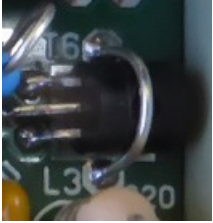

Bild 9: PA Transistor T6
- [] stecke T6 auf den dafür vorgesehenen Platz und biege die Anschlußbeinchen so zurecht, das der flache Teil des Transistors auf der Fläche zu liegen kommt. Mit einem kurzen Drahtstück als Bügel den Transistor befestigen und erst dann einlöten. Siehe Bild 9